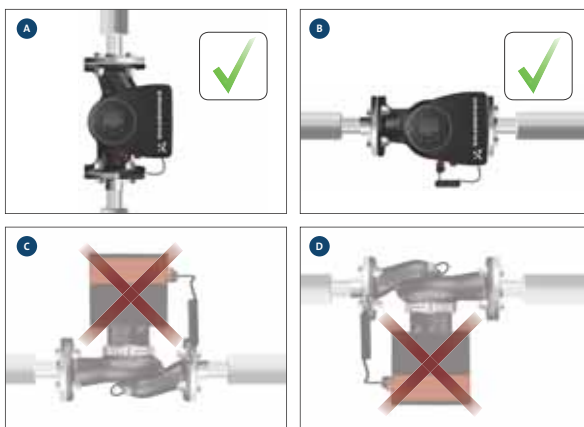

Fig. 5 Pompă instalată cu arborele motorului orizontal
- Pompă instalată corect într-o conductă verticală. Vezi fig. 5 (A).
- Pompă instalată corect într-o conductă orizontală. Vezi fig. 5 (B).
- Nu instalați pompa cu arborele motorului vertical. Vezi fig. 5 (C și D).